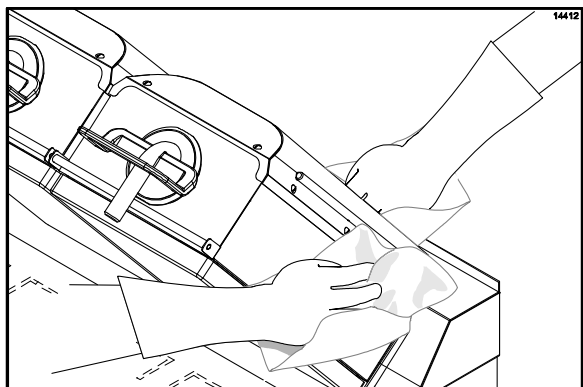

图 102
31. 用干净并浸湿消毒液的煎炉抹布擦拭煎板表面的前侧、侧面和后侧，先擦拭右煎板，然后擦拭左煎板。（请见图 102）